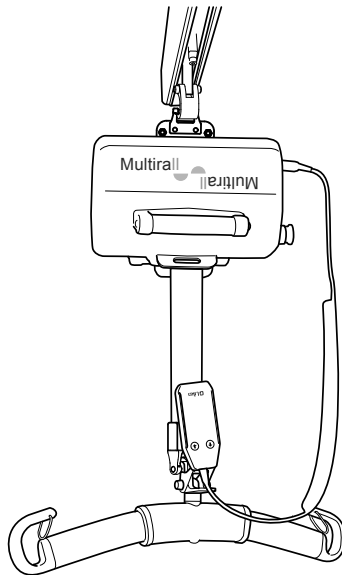

Abb. 1
- montiert mit dem Hebeband unter dem Liftergehäuse (Abb. 1) oder